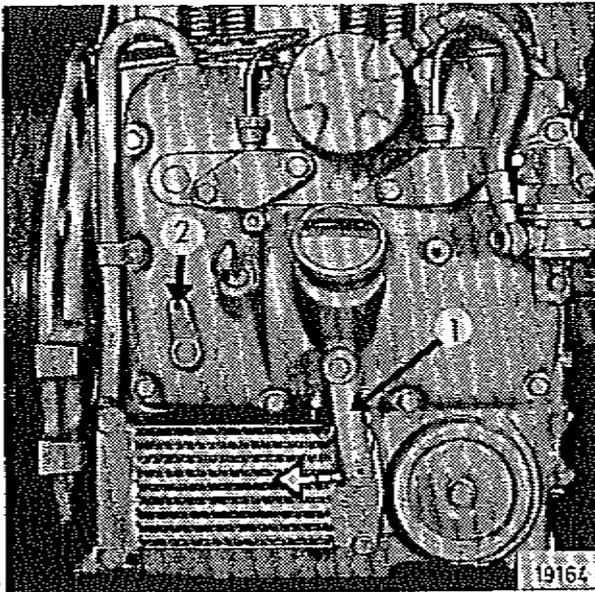
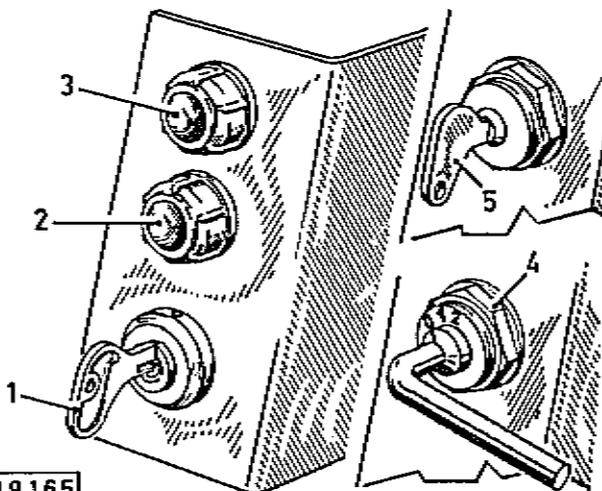

Bild 3
Bild 4
2. Drehzahlverstellhebel 1 (Bild 3) durch Hand- oder Fußhebelbetätigung in Pfeilrichtung auf etwa $\frac{1}{4}$ Drehzahlstellung bringen.
3. Anlaßschlüssel 1 (Bild 4) einstecken, nach rechts auf 1. Raststellung drehen, wobei die Ladestrom-Kontrolllampe 2 und die Öldruckanzeigeleuchte 3 aufleuchten müssen, nun eindrücken und gegen den Federdruck weiter nach rechts drehen. Sobald der Motor zündet, Anlaßschlüssel loslassen.
1. Drehzahlverstellhebel 1 (Bild 3) auf niedrige Drehzahl stellen.
2. Abstellhebel 2 (Bild 3) der Einspritzpumpe solange betätigen, bis der Motor stillsteht. Die Ladestrom-Kontrolllampe 2 (Bild 4) und die Öldruckanzeigeleuchte 3 leuchten nach Stillstand des Motors wieder auf.
1. Anzutreibende Geräte auskuppeln; 2. Drehzahlverstellhebel auf $\frac{1}{4}$ Drehzahlstellung bringen; 3. Schaltkastenschlüssel 5 (Bild 4) bis zum Anschlag einstecken. Nun Glüh-anlaßschalter 4 (Bild 4) auf Stellung I drehen und ca. 1 Minute festhalten (vorglühen). Danach Glüh-anlaßschalter 4 in Anlaßstellung II weiterdrehen. Sobald der Motor aus eigener Kraft zu laufen beginnt, entweder Schalter loslassen (geht auf Nullstellung zurück) oder bei noch nicht ganz rundlaufendem Motor in Stellung I nachglühen. Nicht länger als 15 Sekunden ununterbrochen starten. Nur, wenn einzelne Zündungen das Drehen des Motors unterstützen, darf der Anlasser 20 – 25 Sekunden betätigt werden. Springt der Motor nicht beim ersten Startversuch an, zur Schonung der Batterie eine Pause von 2 Minuten bis zum nächsten Versuch einlegen.